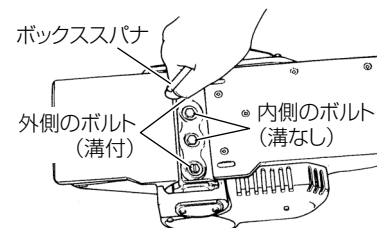

図 30
(1) 付属のボックススパナで外側のボルト (2 本) をゆるめ、次に、そのまま軽く締め直します。(図 30)
(2) 内側のボルトをボックススパナでゆるめて抜き取ります。(図 30、31)